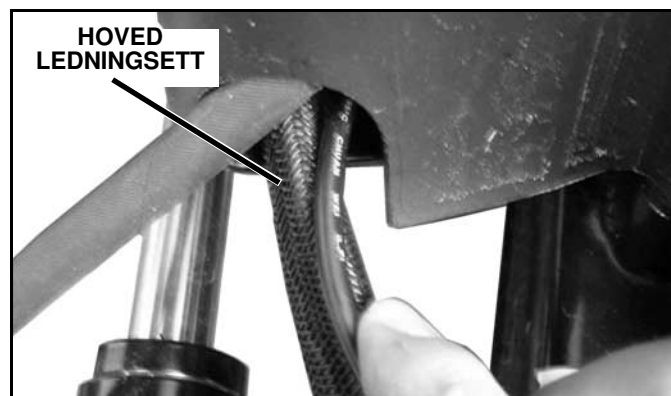

Figur 1-6
2. Fest mottakeren ved å skru (2) 5/16" selvborende skruer gjennom hullene i braketten og inn i trakten.
3. Skyv mottakeren inn i braketten med 6-pluggs innkretsprogrammeringsplugger plassert på bunnen. Fest mottakeren med (1) 1/4" x 6" sekskantskrue og (1) 1/4" låsemutter. (Se figur 1-6).
4. Sett spredersens spinnermotor-klemme og vibrator-klemme (alternativt) inn i de korresponderende pluggene på mottakeren. (Se figur 1-6).